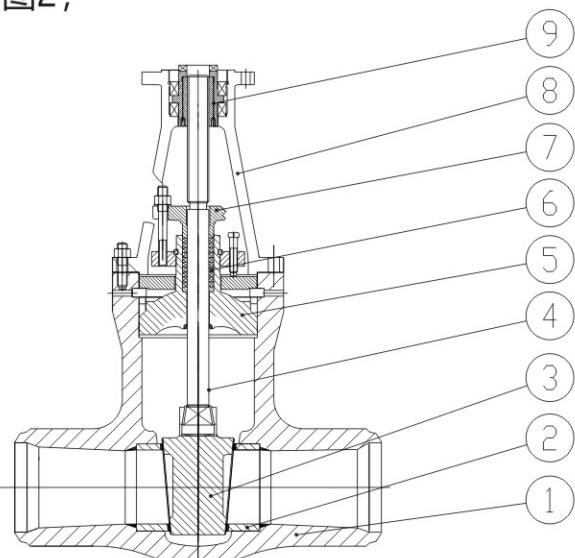

图2
- ★ 2、钢性楔式单闸板闸阀Z(5/9)61Y型，如图2；